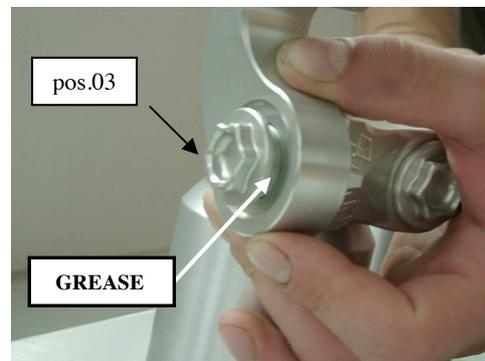

Bild 2 / pic.2
Der Ausleger wird mit nur wenigen Umdrehungen der Mutter (Bild 2, pos.03) an der Klemme angebracht. Bitte auf die Seitenmarkierungen achten, damit die **linke** nicht mit der **rechten** Seite verwechselt wird. Es besteht die Möglichkeit, die Ausleger in Schritten von 7° in die gewünschte Position zu bringen (s. Bild 3).
*Attach the extension onto the handlebar clamp with only a few turns of the nut (pic 2, pos. 03) Take care to not mix up the handlebar sides. The **left** and **right** side are marked. The extension adjustment can be executed in 7° steps to obtain the desired position (pic.3)*